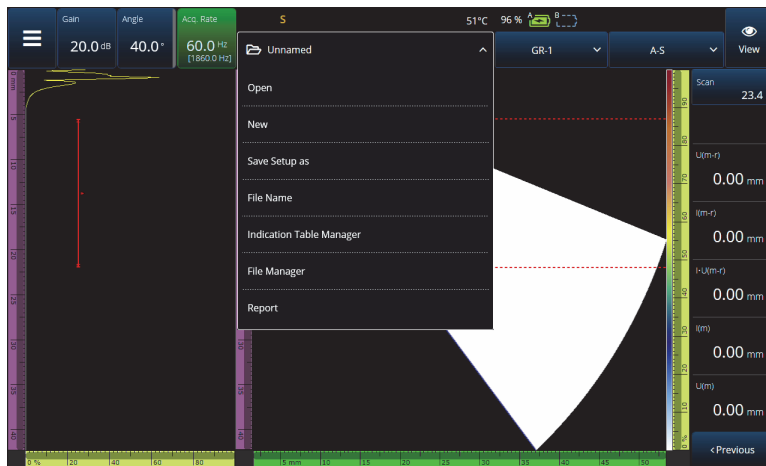
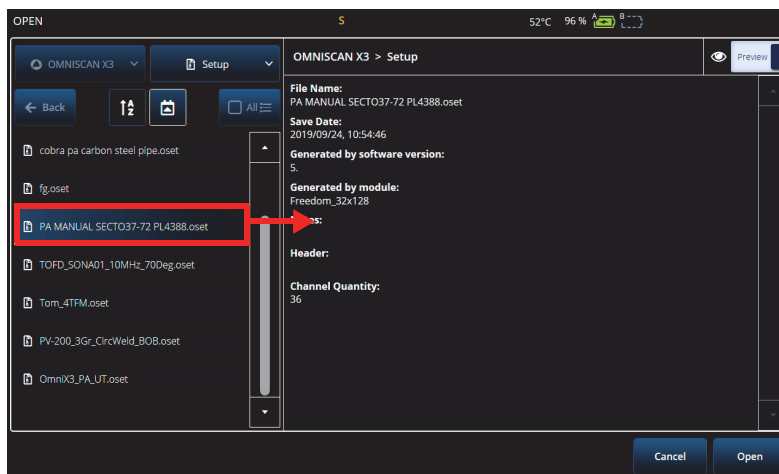

Figure 6-1 Menu File (Fichier)
Figure 6-2 Menu Open (Ouvrir)
Les configurations et les données d'inspection sont conservées et organisées à l'aide de fichiers, et présentées dans des rapports. Vous pouvez utiliser le menu **File** (Fichier) pour accéder à plusieurs paramètres de fichiers ainsi qu'à l'outil **Report** (Rapport) et au **File Manager** (Gest. fichiers) [Figure 6-1 à la page 215].
- Pour enregistrer votre fichier de configuration, sélectionnez **Save Setup As** (Enreg. config. sous) dans le menu **File (Fichier)** (Figure 6-1 à la page 215).
- Pour ouvrir un fichier, sélectionnez **Open** (Ouvrir) dans le menu **File (Fichier)** [Figure 6-1 à la page 215], puis choisissez le répertoire dans lequel se trouve le fichier. Vous pouvez ouvrir le fichier de configuration ou le fichier de données en sélectionnant le type de fichier. Vous pouvez également classer les fichiers par ordre alphabétique ou par date à l'aide de l'icône **Filter** (Filtre), et prévisualiser le fichier sélectionné (Figure 6-2 à la page 216).